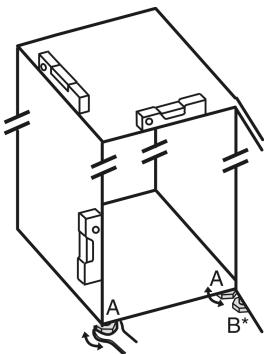

Fig. 27
- ▶ Stellfuß Fig. 27 (A) mit beiliegendem Gabelschlüssel und mit Hilfe einer Wasserwaage herausdrehen, bis das Gerät fest und ebenstehend ausgerichtet ist.
- ▶ Stellfuß Fig. 27 (B) am Lagerbock mit beiliegendem Gabelschlüssel herausdrehen, bis er auf dem Boden aufliegt.
- ▶ Stellfuß Fig. 27 (B) um 90° weiter drehen.